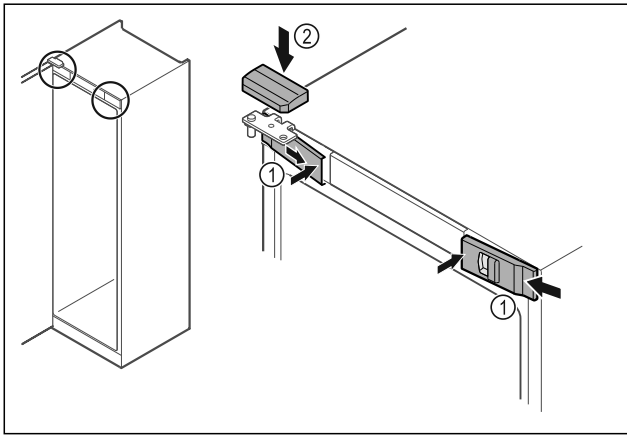

Fig. 43
- Accrocher les caches avant Fig. 43 (1) par les côtés et les enclencher en appuyant sur l'intérieur.
- Insérer le cache supérieur Fig. 43 (2) par le haut.